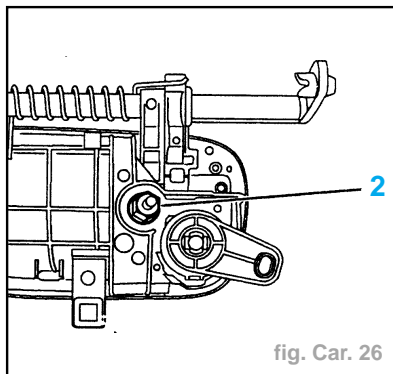

fig. Car. 26
- Déposer la fixation (2) (fig. Car. 26).